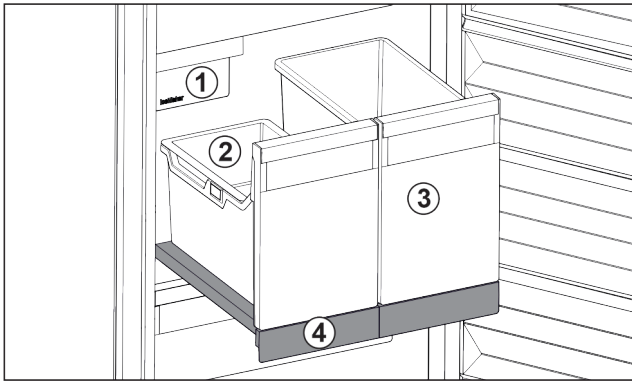

Fig. 88 Auszugsbord mit IceTower
Auf dem Auszugsbord sind zwei hohe Behälter (IceTower). Im Behälter Fig. 88 (2) werden Eiswürfel aus dem IceMaker gesammelt und gelagert. Behälter Fig. 88 (3) eignet sich für die Lagerung von hohen Lebensmitteln wie Pizzen oder alkoholischen Getränken.